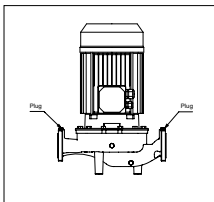

РИС. 4: Заглушки, необхідні для перевірки заповнення насосів
- Зніміть заглушку/шестигранну кришку, розташовану на верхній частині корпусу насоса (РИС. 4);